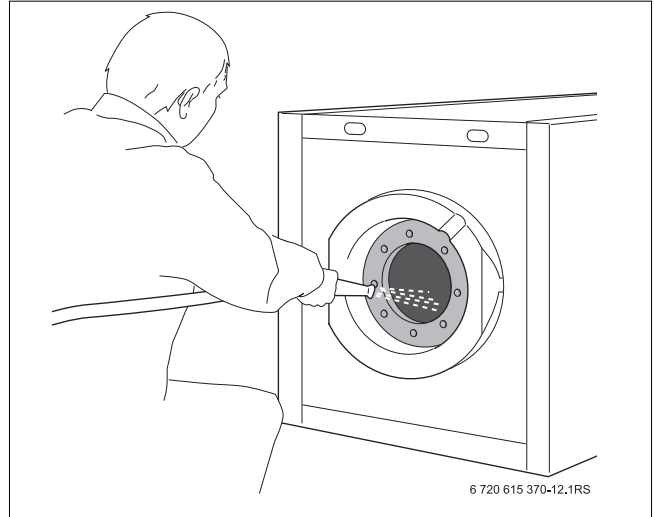

Bild 14 Warmwasserspeicher ausspritzen
- Warmwasserspeicher ausspritzen (→ Bild 14).